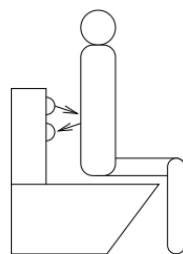

Figura P3
3. La empresa Roca le ha encargado el diseño del circuito de control de una cisterna automática. El circuito detectará cuando alguien se acerque al WC a hacer sus necesidades y descargará la cisterna cuando éste haya terminado y se vaya del servicio. Para ello el WC contará con un Sistema Infrarrojo, tal como se muestra en la siguiente Figura P3.